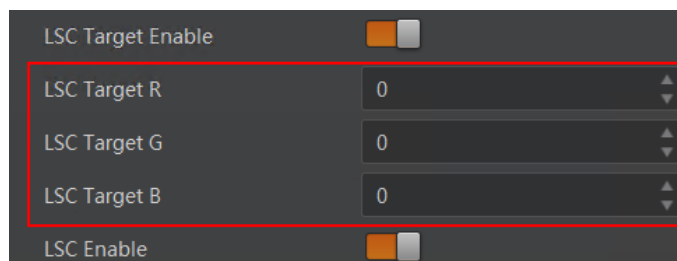

图7-41 部分型号彩色相机设置亮度值
- 部分型号的彩色相机通过 *LSC Target R/G/B* 参数对亮度值进行设置，如图 7-41 所示，具体请以实际参数为准。